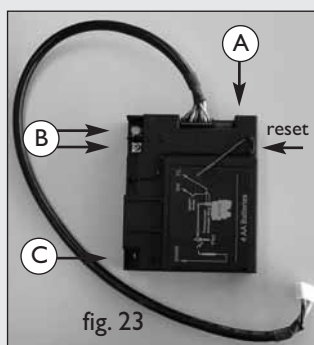

fig. 23
- Schuif de bruine stekker van het aansluitsnoer achterop de printplaat van de ontvanger (fig. 23).
- Sluit de kabels van de thermokoppel aan (fig 23, pijlen B). De grootte van het oog correspondeert met de grootte van de schroef en kleuren moeten corresponderen.
- Sluit de bougiekabel aan (fig 23, pijl C).
- II • Indien u een adapter gebruikt, dient u deze aan te sluiten op de unit (fig. 23, pijl A) en steek de stekker in het stopcontact.
Indien gewenst kan men de code veranderen van de afstandsbediening. Hiervoor moet men de stand van de DIP SWITCHES wijzigen. Deze bevinden zich in de afstandsbediening bij de batterij. Als men de code veranderd heeft moet men het reset knopje van de ontvanger (fig. 23) ingedrukt houden totdat u 2 geluid signalen hoort. Laat na het tweede, langere geluidssignaal de resetknop los en druk binnen 20 sec op ▼ op de afstandbediening, totdat u een extra lang geluid signaal hoort. Dat betekent dat de instelling van de nieuwe code bevestigd is.